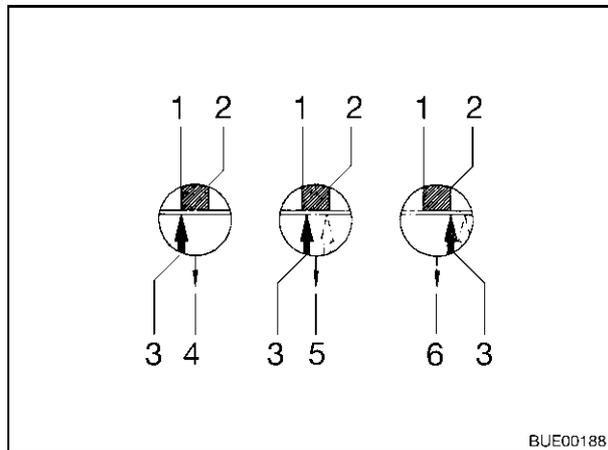

Bild 188 Reibebeläge
- Wenn der Pfeil an der Druckscheibe (Bild 188,3) vor oder an der Markierungsfläche (Bild 188,1) steht, sind die Reibebeläge noch im Neuzustand (Bild 188,4).
- Wenn der Pfeil an der Druckscheibe innerhalb der Markierungsfläche (Bild 188,1 bis 2) steht, sind die Reibebeläge leicht abgenutzt (Bild 188,5).
- Wenn der Pfeil an der Druckscheibe am Ende der Markierungsfläche (Bild 188,2) steht oder sie überschreitet, sind die Reibebeläge abgenutzt (Bild 188,6).